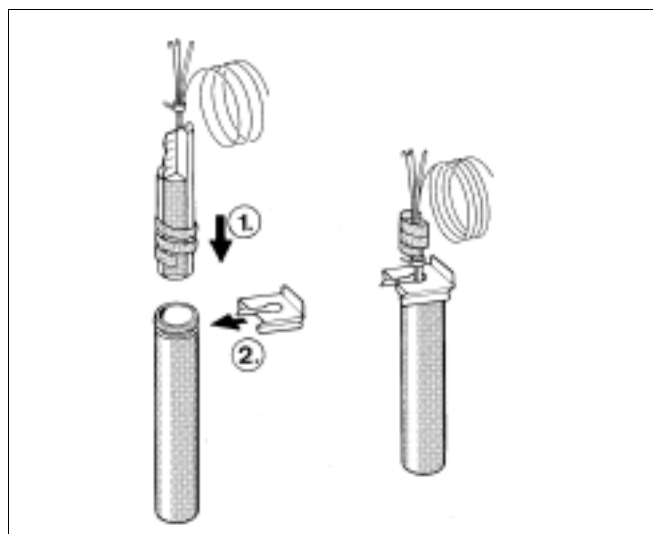

Рис. 4 Принципиальная схема
- Пластмассовая спираль, обхватывающая датчик, автоматически сдвигается при установке назад (рис. 4).
Чтобы обеспечить контакт между гильзой и поверхностями датчиков и, таким образом, обеспечить точную передачу температуры, нужно между датчиками вставить выравнивающую пружину (рис. 4).
- Фиксатор датчика вставить сверху или сбоку на оголовок гильзы (рис. 4).